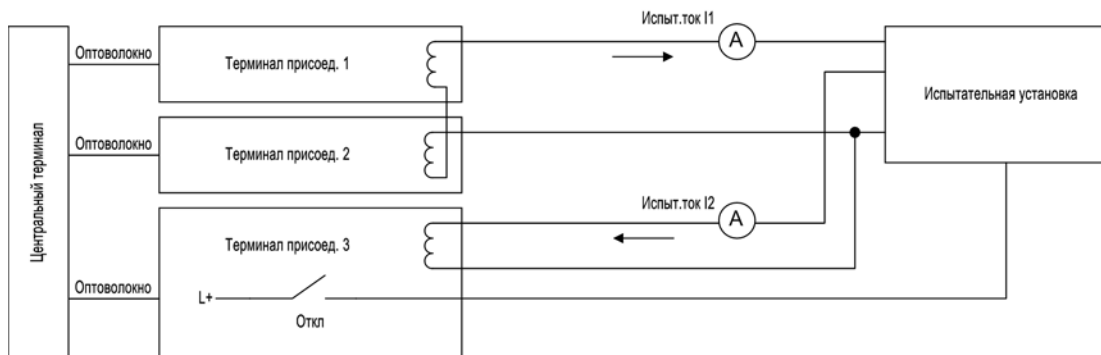

рис. 7-14 Подготовка проверки характеристики отключения контрольной зоны
Испытательную установку для контрольной зоны системы шин показывает рис. 7-14, стр. 305. Если проводится проверка селективности действия защиты, то несколько присоединений могут быть переключены на вторую систему (секцию) шин (при необходимости с имитацией положения разъединителей).
- Подключите токовые входы терминалов присоединений параллельно (рис. 7-14, стр. 305). Присоединение 3 подключите к другой СШ.